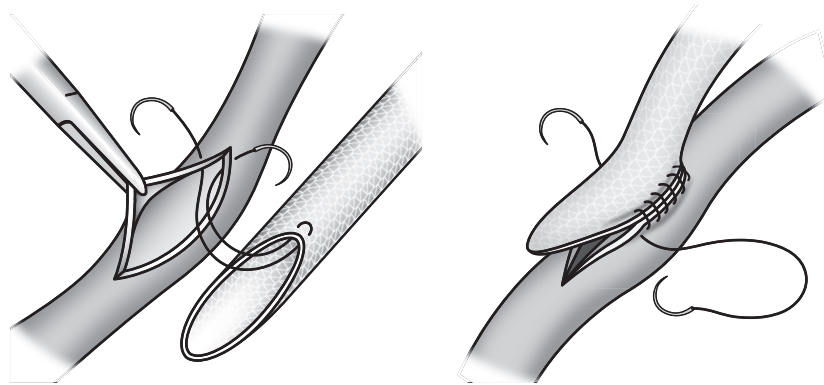

Fig. 5
2. Il polipropilene monofilamento è il materiale di sutura da preferire. Durante la sutura, rovesciare i bordi della protesi e verificare che l'intero spessore della parete e un occhiello della mesh siano ripresi da ciascun punto. Fig. 5. Si consiglia di utilizzare solo aghi non taglianti in fase di sutura.